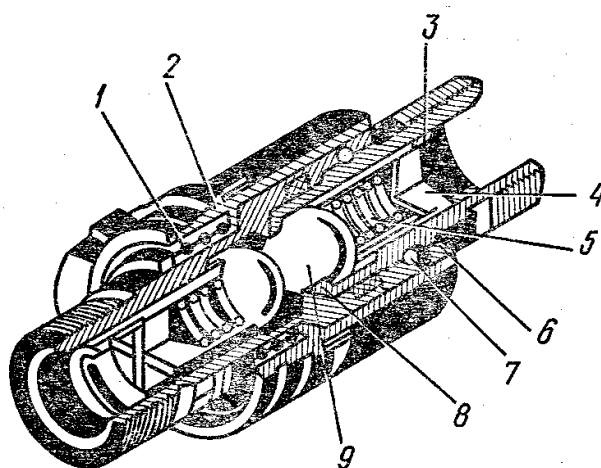

Рис. 18. Муфта разрывная:
4.8.1. Муфта разрывная (рис.18) служит для предохранения шлангов от разрушения при случайном отсоединении прицепа от трактора и для предотвращения вытекания масла из шлангов в отсоединенном состоянии. Разрывная муфта состоит из двух корпусов 6, 8, соединенных между собой фиксирующими шариками 7. В замкнутом положении шарики 9 отходят от своих седел и соединяют полости корпусов между собой.